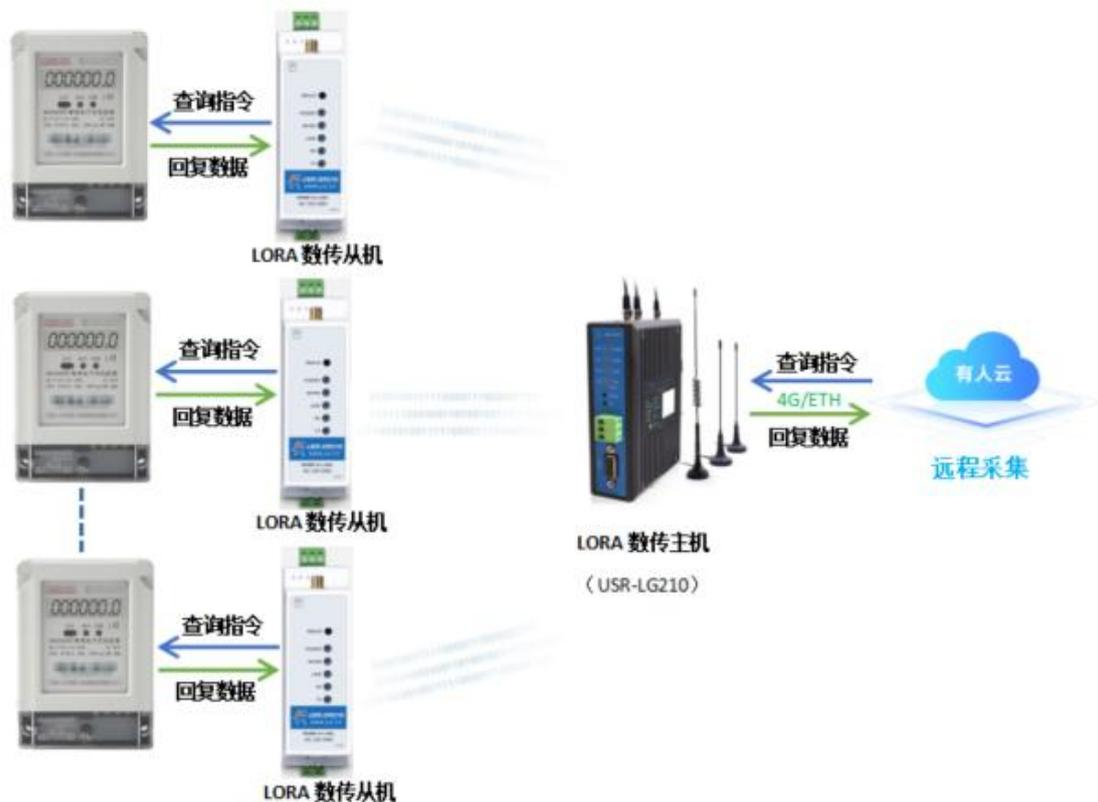

图 3 Modbus 抄表系统示意图
(1) 场景特点：电表、水表等表类数据采集；空气质量状况信息采集。
(2) 适用模式：透传-广播模式或组网广播模式。
(3) 应用详情（以单一网络应用采集电表数据为例），如“图 3”所示：